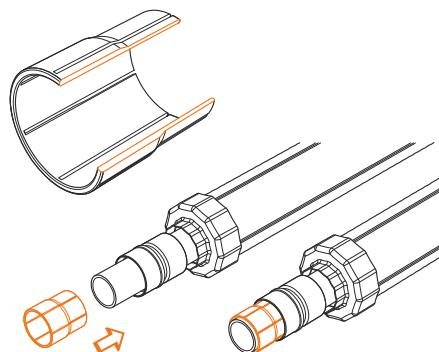

Рис. 4.5.4
- Надвинуть втулку полимерную на конец напорной трубы таким образом, чтобы узкая часть втулки была направлена в сторону гильзы подвижной (рис. 4.5.4).